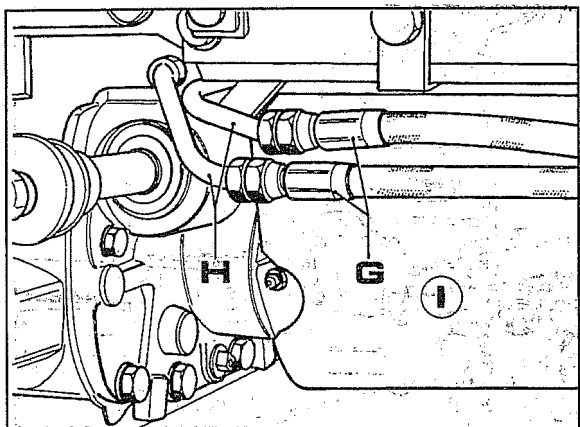

Fig. 75
7. Desligar os dois tubos **G** fig. 75. Colocar duas tampas nas extremidades dos tubos **H** para evitar saída de óleo cada vez que se rodam as rodas anteriores.